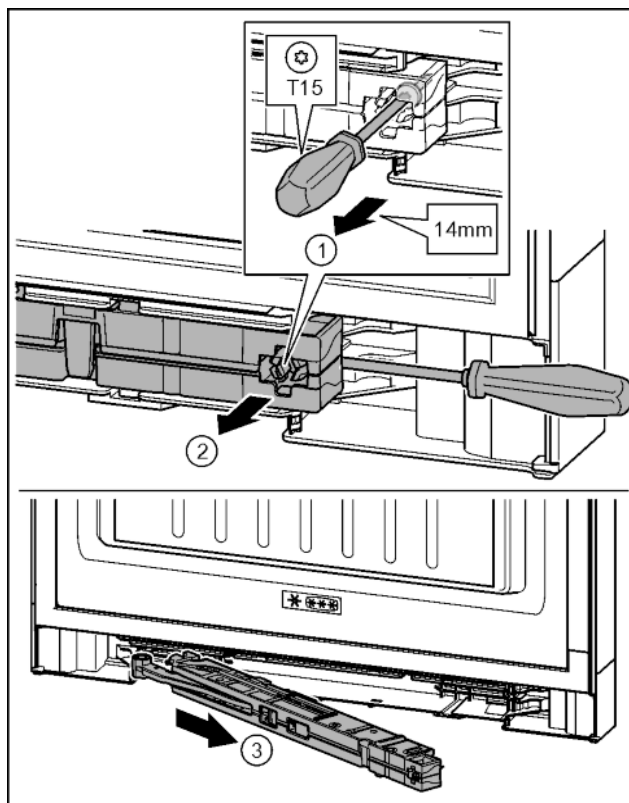

Fig. 19
▶ Ослабить винт на узле амортизатора с помощью отвёртки T15 примерно на 14 мм. Fig. 19 (1)
▶ Переместить отвёртку со стороны ручки за узел амортизатора. Повернуть узел вперед. Fig. 19 (2)
▶ Вытащить узел амортизатора. Fig. 19 (3)